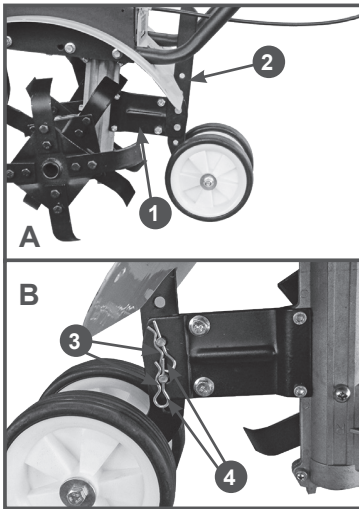

Рис. 5. Установка сошника в транспортное положение
- Вставьте сошник 2 с транспортировочными колесами в кронштейн 1 сошника (Рис. 5А). Совместите отверстия в кронштейне и в сошнике, вставьте в отверстия пальцы 3, пальцы зафиксируйте шплинтами 4 (Рис. 5В).